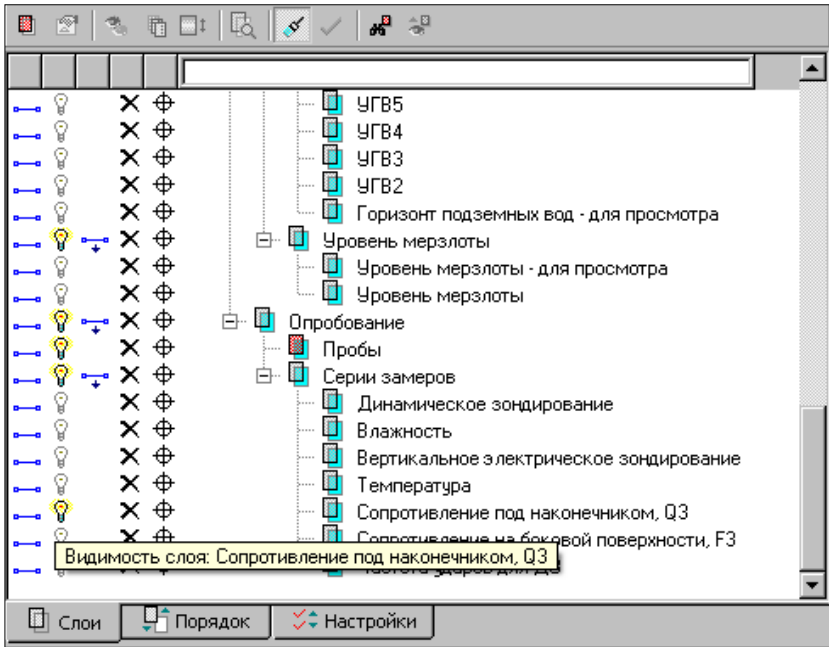

Рис. 7.4
4. В окне по работе со слоями (вкладка **Проекты и слои**) включите видимость слоя **Сопротивление под наконечником** (рис. 7.4).